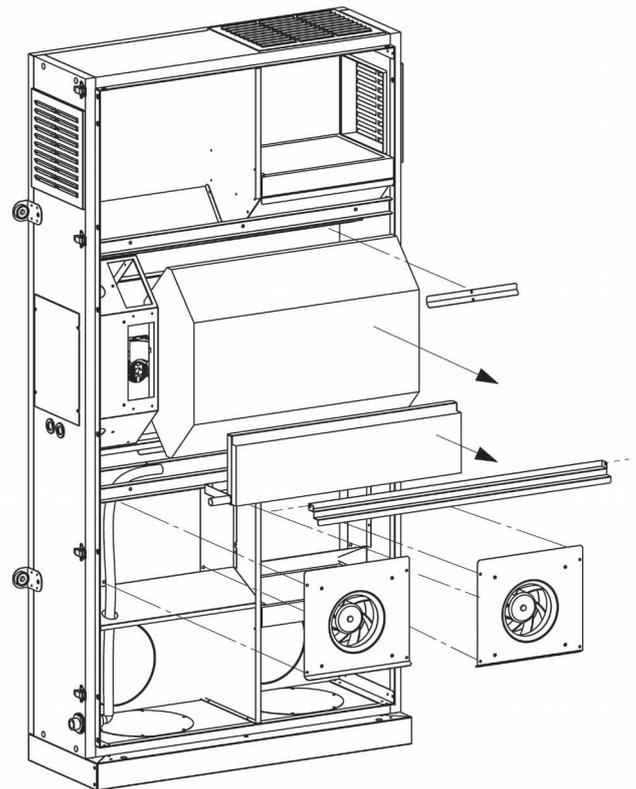

Fig.78
In occasione dell'apertura dello pannello, verificare lo stato di pulizia del recuperatore e, se necessario, procedere allo smontaggio sfilandolo dalla sua sede (Fig. 78 - 80).
- 3) Unscrew the 4 screws that fix the fan plates (Fig. 78 - 80).
On the occasion of the opening of the main panel, check the cleaning of the plastic heat recovery and, if needed, remove it from its place (Fig. 78 - 80).